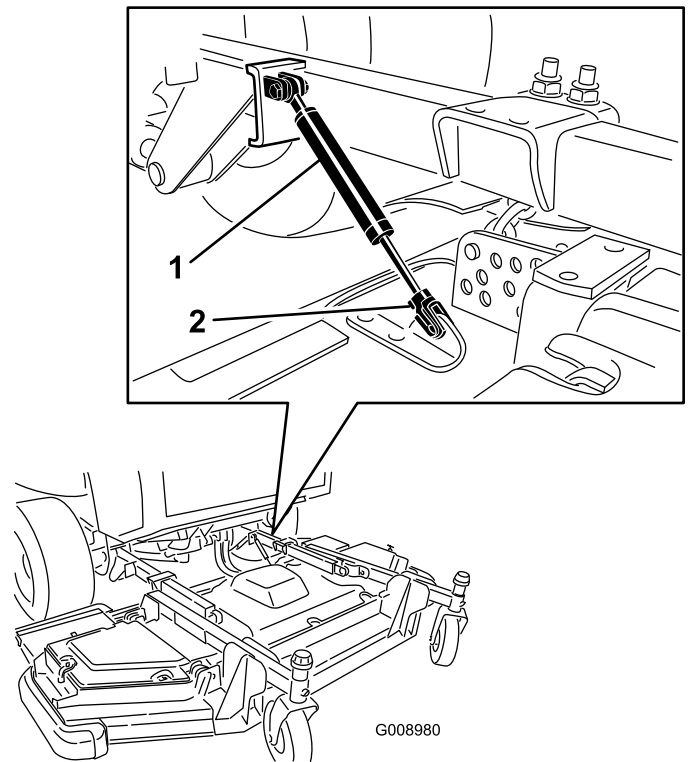

Figura 130
3. Togliete il fermaglio di ritegno e scollegate il gruppo ammortizzatore dal piatto di taglio (Figura 130).